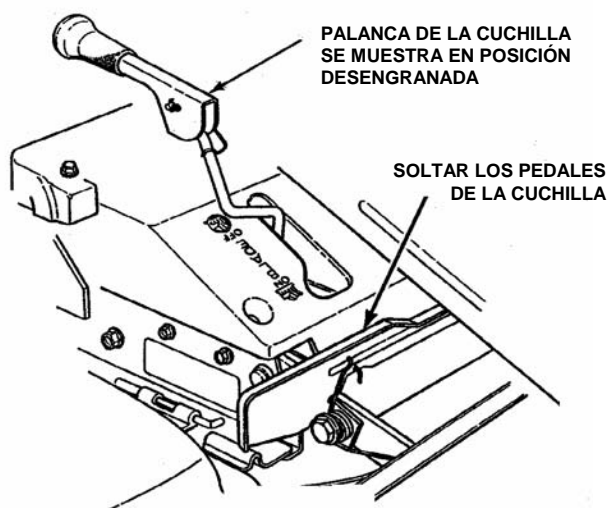
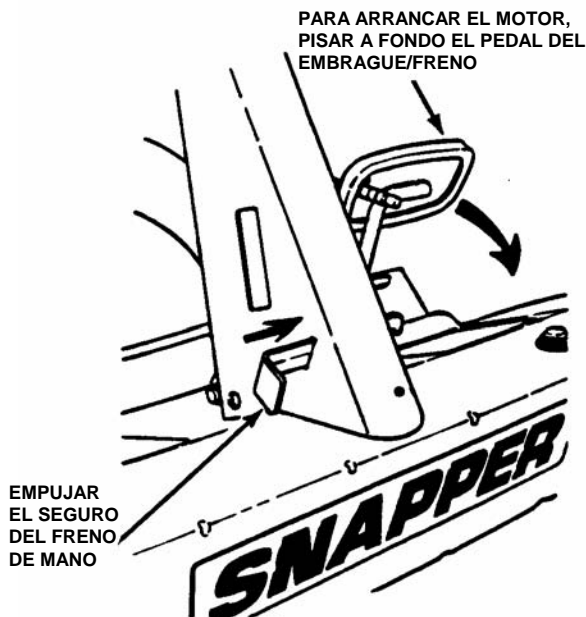

FIGURA 2.4
FIGURA 2.8
1. Ponga la palanca de cambio en punto muerto (N). NO arranque el motor con la palanca de cambio en una posición de marcha.
2. Asegúrese que la palanca de la cuchilla esté "desengranada". Vea la figura 2.4.
IMPORTANTE: Al poner la llave de contacto en la posición "ON" (ENCENDIDO) y se tira del mango de la cuerda de arranque, el motor girará, pero no arrancará a menos que el pedal del embrague/freno esté pisado a fondo con el freno de mano aplicado (vea la figura 2.8) y la palanca de la cuchilla esté en la posición "desengranada" (vea la figura 2.4). El operador debe estar sentado. Para arrancar el motor:
3. Pise a fondo el pedal del embrague/freno, empuje el seguro del freno de mano y suelte el pedal del embrague/freno para aplicar el freno de mano. Vea la figura 2.8.